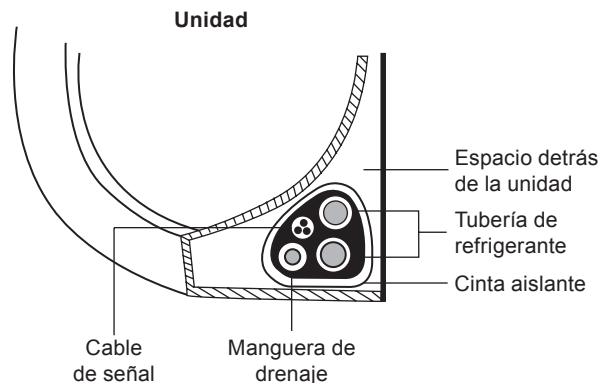

Fig. 3.10
1. Agrupe la tubería de drenaje, las tuberías de refrigerante y el cable de señal tal como se muestra en la Fig. 3.10.
3. Utilizando cinta aislante, envuelva el cable de señal, las tuberías de refrigerante y la manguera de drenaje juntos de manera ajustada. Vuelva a comprobar que todos los elementos queden agrupados tal como se muestra en la Fig. 3.10.